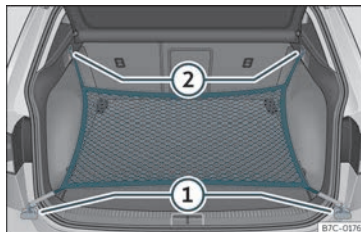

Fig. 118 Na bagageira: argolas ① e ganchos ② para fixar o saco de rede.
- Fixe os ganchos curtos da rede nas argolas de fixação»»» Fig. 118 ① »»» . O fecho de correr do saco deve ficar voltado para cima.
- Fixe as fitas nos ganchos para prender sacos ②.